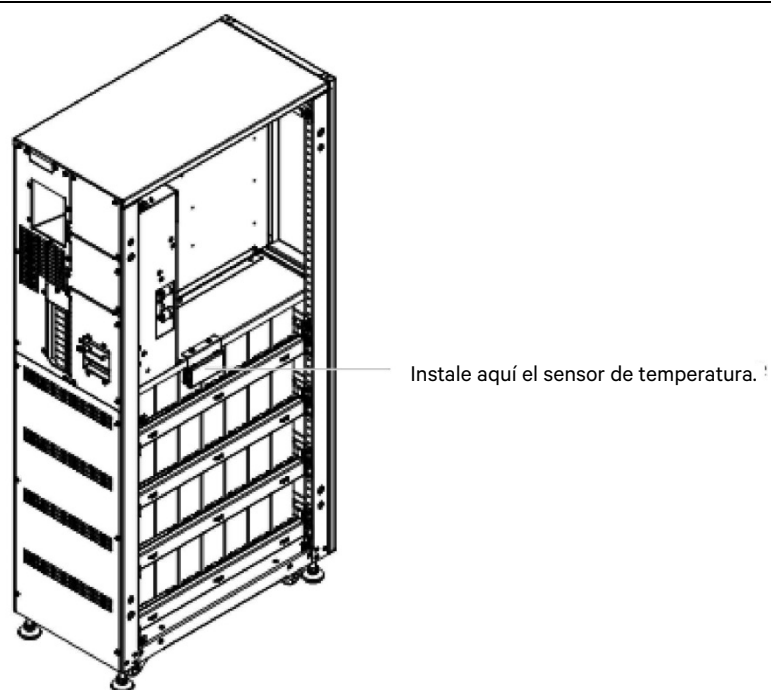

Figura 8-7 Instalación y conexión del sensor de temperatura de la batería
4. Retire el panel izquierdo del armario, coloque el sensor de temperatura de la batería en la posición que se muestra en la Figura 8-7 y utilice el sujetacables para fijarlo en su sitio.